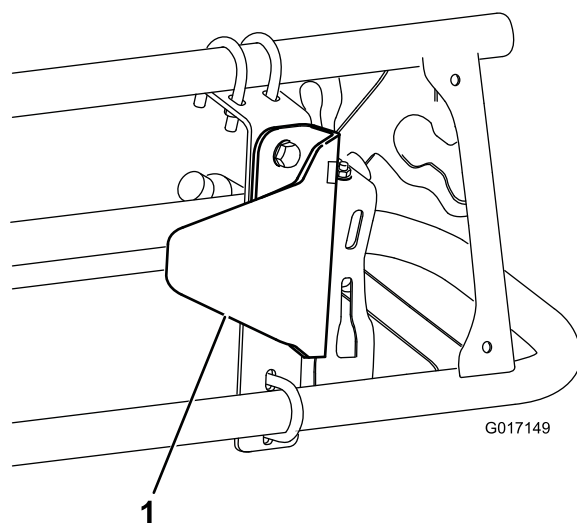

Рисунок 17
2. Установите кронштейн защиты датчика на монтажный кронштейн с помощью двух болтов (5/16 x 3/4 дюйма) и двух фланцевых гаек (5/16 дюйма), как показано на Рисунок 17.